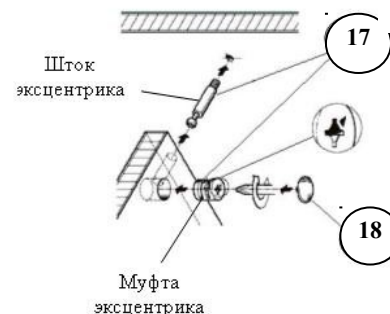

Рис.2 Установка эксцентриковой стяжки
1. Установить муфты эксцентриков (17) и шканты (24) в подходящие отверстия на боковинах ящиков (4,5). Вкрутить шток эксцентрика (17) в фасады ящиков (2) (рисунок 2,4).
2. Собрать корпус ящика по рисунку 4 при помощи винтов-конфирматов (15) и эксцентриковых стяжек (17).